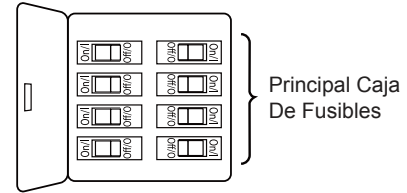

Figura 1
Uso de perfil bajo (Figura 1)
1. Extraiga la pieza de la bola colgante de la unidad de la bola colgante / varilla aflojando el tornillo de presión de la bola colgante hasta que la bola se libere de la varilla. Retire el pasador del barral y luego extraiga la semiesfera. Conserve el pasador y la semiesfera para su reinstalación en el paso 6. (Figura 1)
Para evitar una posible descarga eléctrica, asegúrese de cortar la alimentación eléctrica de la caja de fusibles principal antes de colgar el ventilador. (Figura 1)
1. Para configurar el código de unidad del receptor. Deslice los interruptores de código a las mismas posiciones que en el transmisor. (Figura 1)
1. Instale la cubierta rotando la ranura clave en la cubierta sobre el tornillo de hombro del soporte del gancho, teniendo cuidado de no pillar los cables. Fije el tornillo de hombro. Instale adecuadamente y fije el segundo tornillo de hombro que fue anteriormente guardado. (Figura 1)
1. Deslice con cuidado las aspas a través de la ranura, como se muestra. Fije las cuatro palas correctamente usando las placas de las palas y los tornillos de cabeza dentada. (Figura 1)
1. Extraiga uno de los tres tornillos del soporte ubicado en la parte interior de la unidad del motor. Guárdelos para después y afloje levemente los otros dos tronillos. (Figura 1)
1. **IMPORTANTE:** El uso de un regulador de la intensidad completa (no incluido) para controlar la velocidad del ventilador dañará el dispositivo. Para reducir el riesgo de incendio o descarga eléctrica, no utilice dicho regulador para controlar la velocidad del ventilador. (Figura 1)